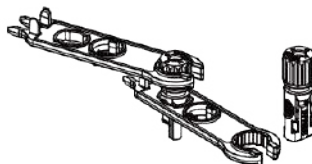

Imagen 3.5 Conector con tuerca ciega atornillada
- c) Inserte el pin de contacto en la parte superior del conector y atornille la tuerca de sombrerete a la parte superior del conector. (como se muestra en la imagen 3.5).